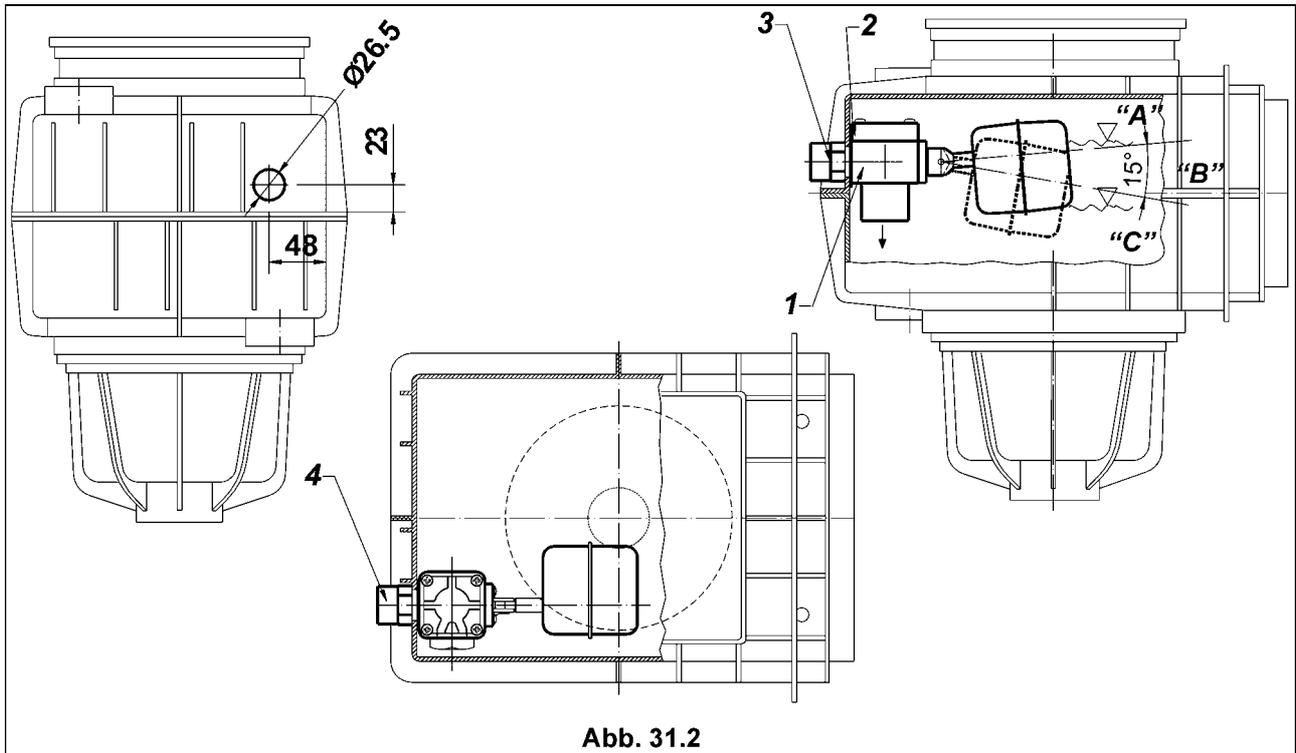

Abb. 31.2
Einbau des Mectron-Ventils (einfach, zweifach) (Abb. 31.2)
- ✓ Bohren Sie an der vorgegebenen Stelle (**Abb. 31.2**) in der Rückwand des Skimmers eine Bohrung Ø26,5mm Durchmesser